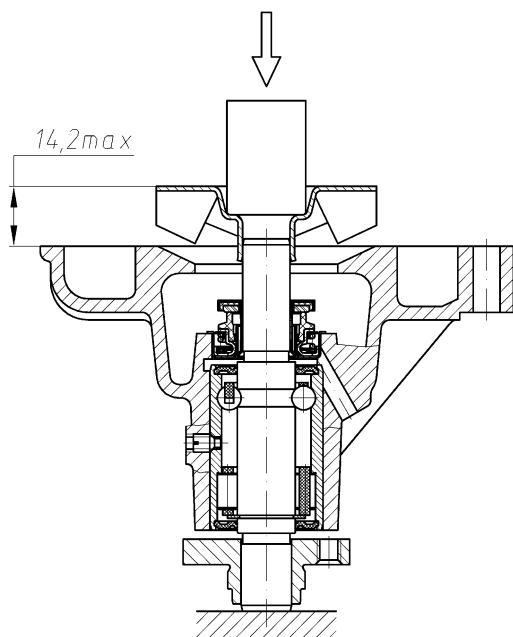

Рис.88. Напрессовка крыльчатки
- напрессовать крыльчатку на валик подшипника, выдержав размер между торцом крыльчатки и торцом корпуса насоса не более 14,2 мм (рис.88). **Не допускается прикладывать усилие запрессовки к обратным сторонам лопастей во избежание их деформации;**